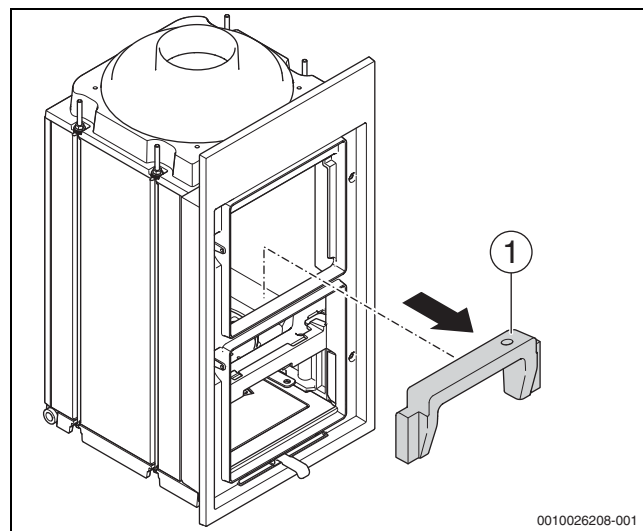

Bild 13 Frontstein (Hitzeschutzstein) ausbauen
- Durch die Füllraumbür greifen und den Stein (→ Bild 13, [1]) entnehmen.